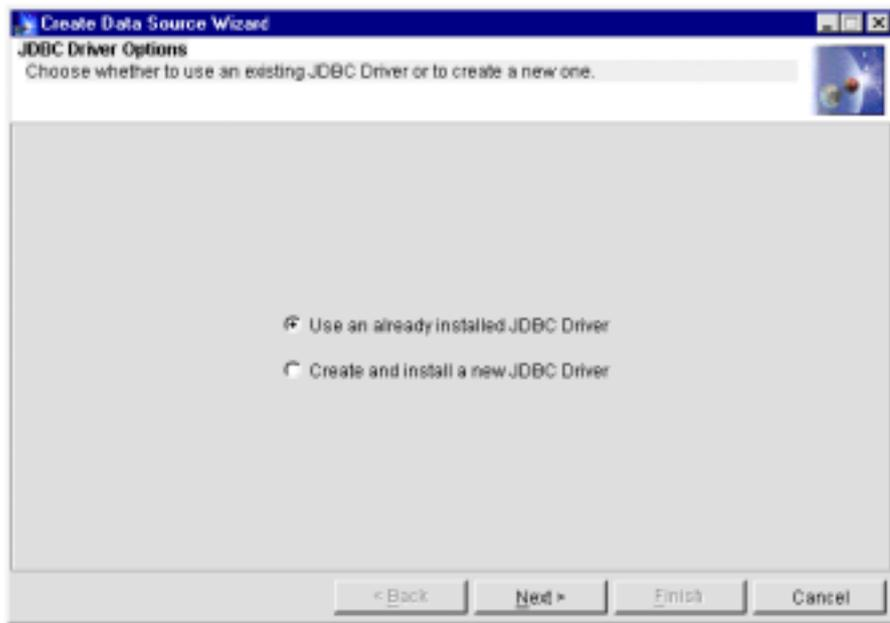

图7-14 选择JDBC 驱动器
4. 选择 JDBC 驱动器。此案例中，我们使用现有的 Admin DB 驱动器（见图 7-14）。